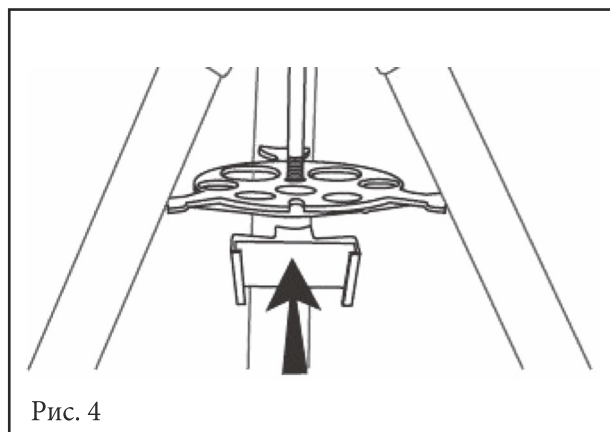

Рис. 4
5. Установите на полочку для аксессуаров держатель пульта управления, для этого поместите держатель в паз полочки для аксессуаров (рис. 4). Надавите на держатель пульта управления до фиксации.